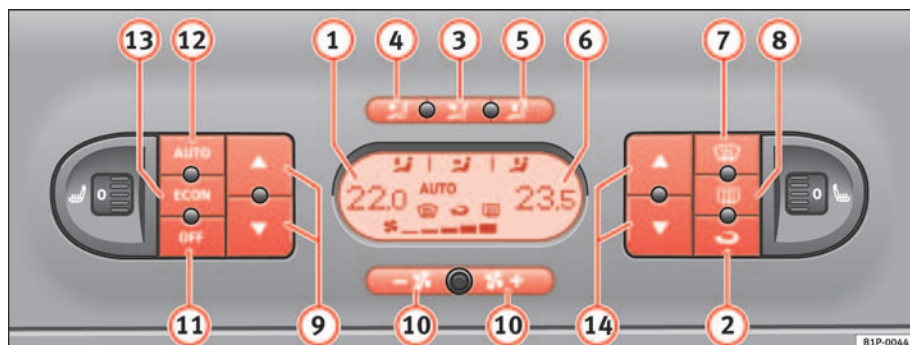

Abb. 108 In der Instrumententafel: Bedienelemente 2C-Climatronic
- Drücken Sie die Tasten der Temperaturregulierung ⇒ Seite 148, Abb. 108 9 oder 14 zur Einstellung der Temperatur auf der linken bzw. rechten Seite.
- Drücken Sie die Taste  ⇒ Seite 148, Abb. 108. Am Display erscheint die Anzeige „AUTO“.